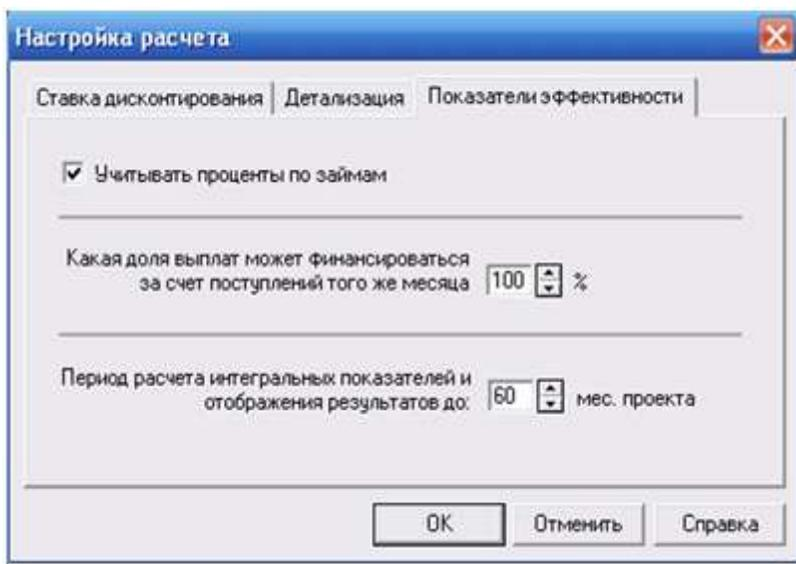

Рисунок 7. Вкладка «Показатели эффективности».
- Вкладка **Показатели эффективности** (Рисунок 7) позволяет задать параметры расчета показателей эффективности и получить корректную оценку проекта.